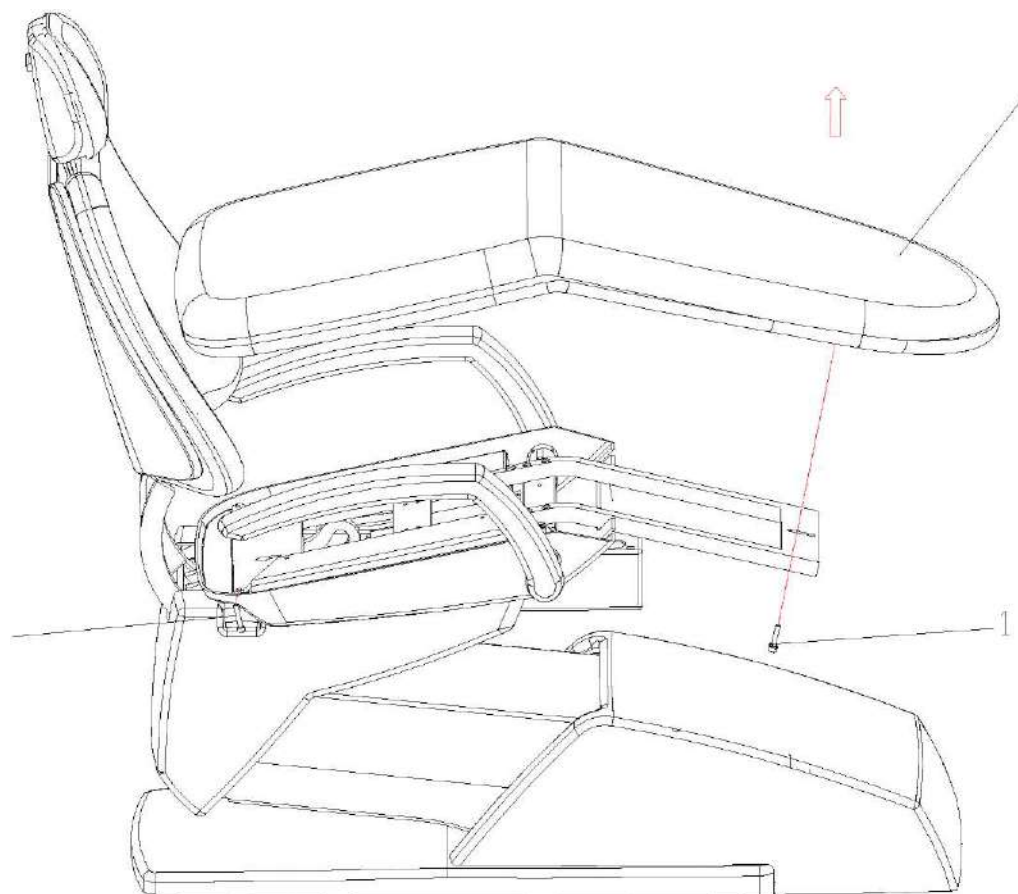

Рис. 1
1. Установите спинку в максимальном положении (рис. 1), поочередно выверните винт 1 и 2, снимите обивку А.